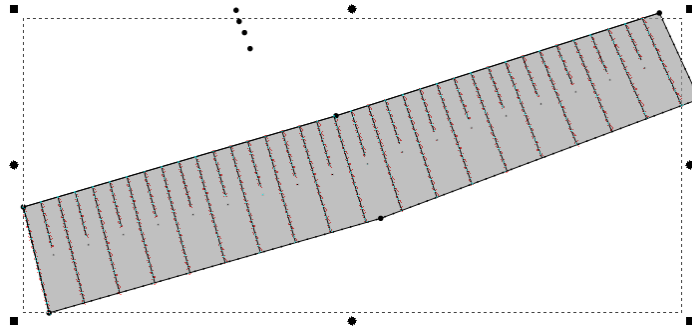

рис. 20
5) После нажатия левой кнопкой мыши будет построен укрепленный откос (рис. 20)